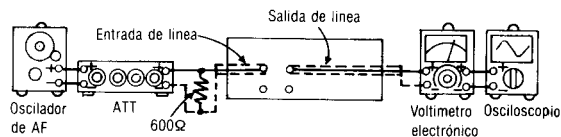

Fig. 8
1. La conexión del equipo de prueba se muestra en la Fig. 8.
6. Si no está dentro de la estándar, ajustar la CINTA ①: RV151 (CH-I) {RV152 (CH-D)} y la CINTA ②: RV201 (CH-I) {RV202 (CH-D)} y repetir el paso (2), (3) y (4) hasta que la salida esté dentro de la estándar.